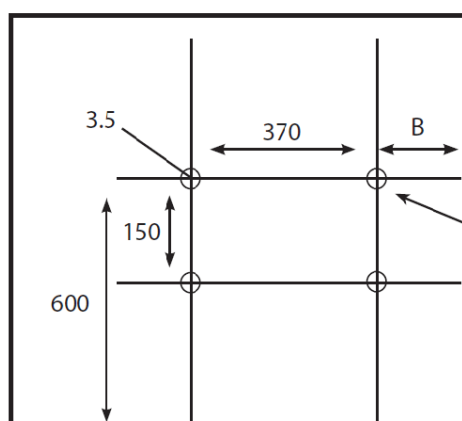

Fig. 3a
- Les vis de support supérieurs doivent être fixées fermement, il existe un écart de 3 mm entre la tête de vis et le mur, les vis de fixation supplémentaires doivent être insérées dans les trous ronds pour empêcher le dispositif de chauffage d'être soulevé (voir figures 3a et 3b)